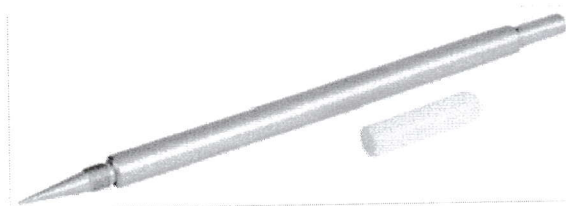

Рисунок 2-29: Указатель фокуса
- Указатель фокуса (Рисунок 2-29)